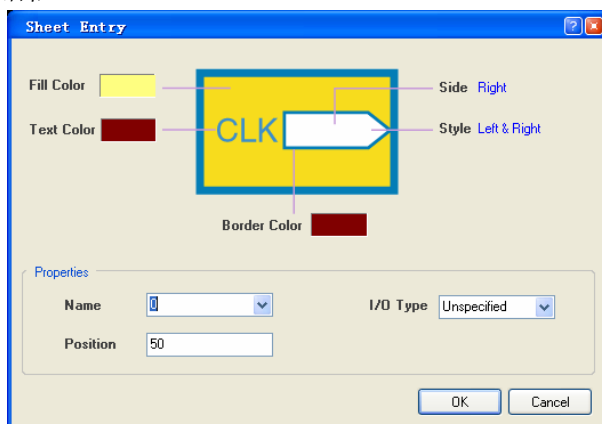

图 4.6 “Sheet Entry”对话框
(14) 单击“Wiring”工具栏中的添加子图入口工具按钮, 或者在主菜单中选择“Place”->“Add Sheet Entry”命令。
(15) 在“PIC_Clock”子图符号上单击鼠标，然后单击“Tab”键，打开如图 4.6 所示的“Sheet Entry”对话框。